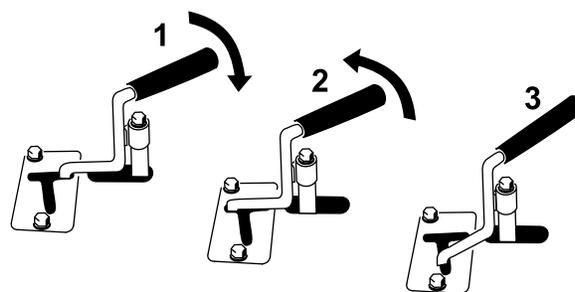

Рисунок 12
- Чтобы гидравлическое навесное орудие начало двигаться в направлении вперед, поверните рычаг вспомогательной гидравлики назад и потяните его в сторону контрольной штанги (Рисунок 12, номер 1).
- Для того чтобы гидравлическое навесное орудие начало двигаться в обратном направлении, поверните рычаг вспомогательной гидравлики назад, затем сдвиньте его влево, в верхний паз (Рисунок 12, номер 2).
Примечание: При отпускании рычага из положения движения ВПЕРЕД рычаг автоматически вернется в НЕЙТРАЛЬНОЕ положение (Рисунок 12, номер 3). Если рычаг находится в положении ЗАДНЕГО ХОДА, он будет оставаться в этом положении до тех пор, пока вы не выведете его из пазы.